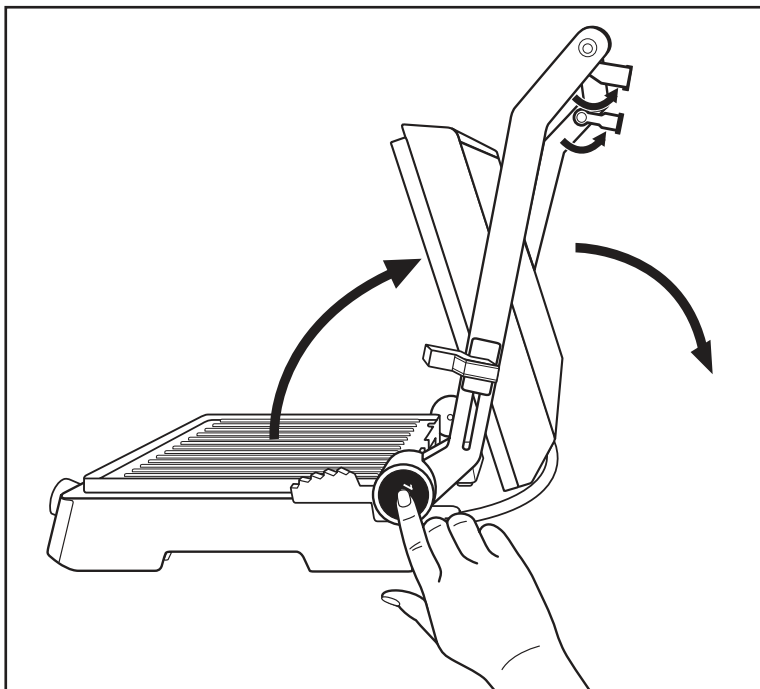

Bild 1
- 1) Fäll ut de båda stödfötterna **1** (bild 1).
- 2) Tryck på öppna-knappen 180° **3** (bild 1) och öppna locket så mycket, att båda värmeplattorna **10** kan användas som bordsgrill.